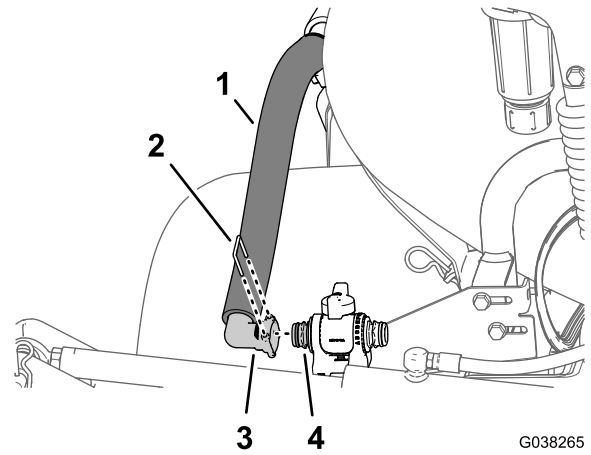

Figura 63
- Conecte el acoplamiento rápido de 90° del conjunto de boquillas de agitación al acoplamiento rápido de la válvula de control de agitación con la horquilla de retención suministrada con el conjunto de boquillas de agitación (Figura 63).